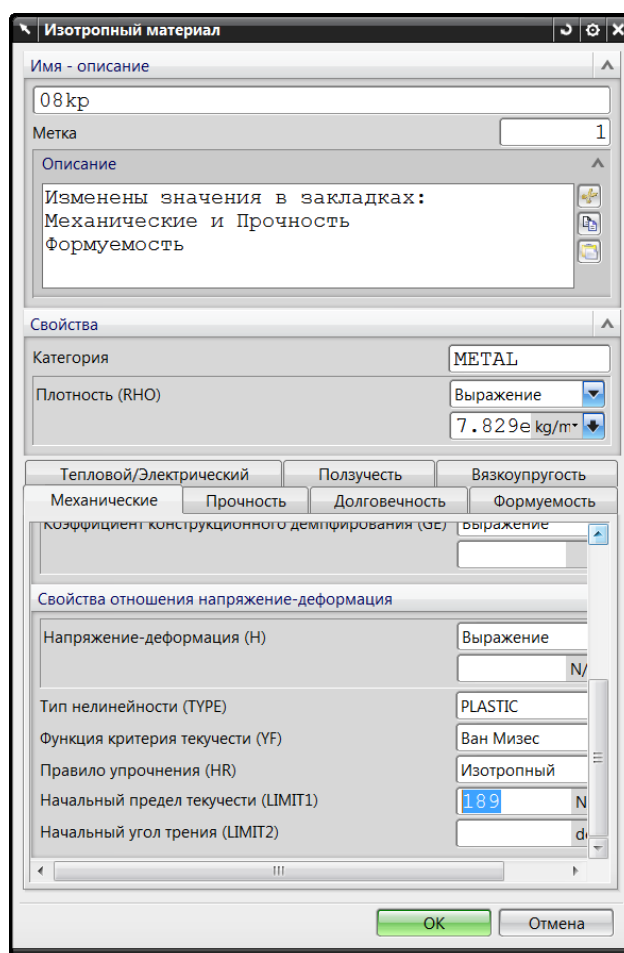

Рис. 2.15. Изменение параметров материала
- внесите параметры изменения в окно **Описание** (рис. 2.15);
- запишите новые значения параметров в закладках **Механические**, **Прочность** и **Формуемость** (рис. 2.15);